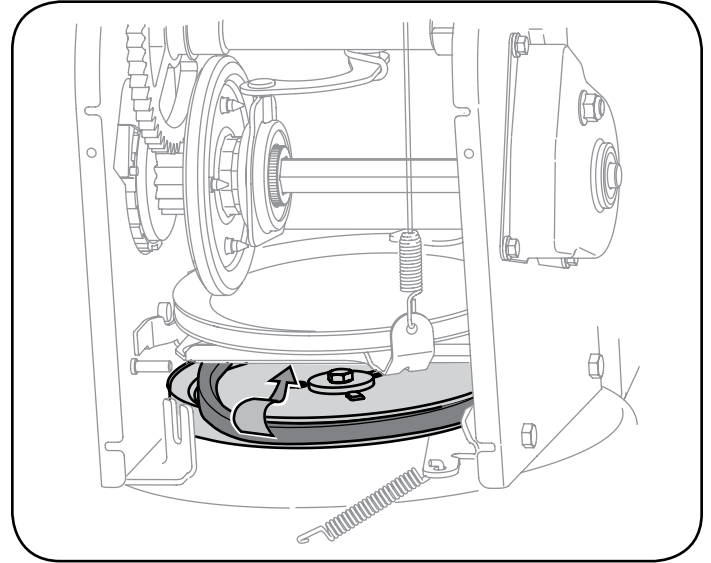

Figura 60
7. Retire la correa de alrededor de la polea de la barrena y deslice la misma entre la ménsula de soporte y la polea de la barrena. Vea la Figura 60.